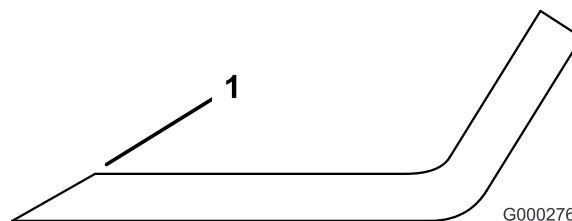

図 32
3. 全部のブレードの切っ先を丁寧に点検する。切っ先が鈍くなっていたり欠けていたりした場合には研磨する。研磨は刃先の上面だけに行い、刃の元々の角度を変えないように十分注意する（図 32）。ブレードの左右を均等に削れば、バランスを狂わすことなく研磨を行うことができる。